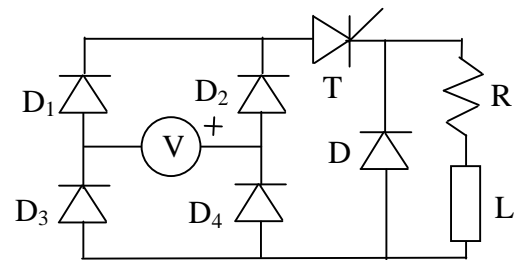

Figure 5
- 4) Est que l'ajout d'une inductance et d'une diode tel qu'indiqué à la figure 5 modifie le fonctionnement et la plage de réglage de la tension (justifier votre réponse en 3 lignes max).